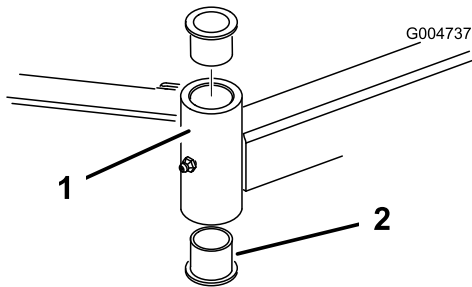

Figura 31
4. Introduza um punção para cavilhas na zona superior ou inferior do tubo de montagem e retire o casquilho para fora do tubo (Figura 31). Retire igualmente o outro casquilho do tubo. Limpe o interior dos tubos para remover a sujidade.